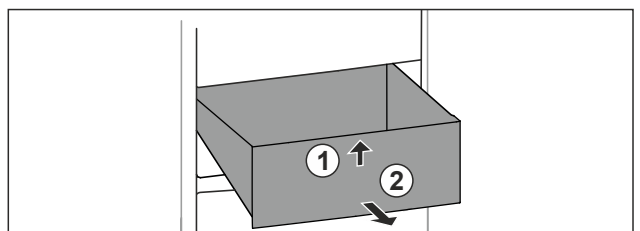

Fig. 77
- ▶ Підняти висувний ящик спереду. Fig. 77 (1)
- ▶ Вийняти висувний ящик рухом вперед. Fig. 77 (2)